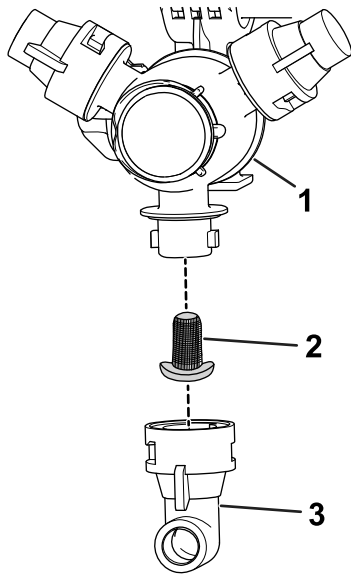

Figure 110
2. Déposez la buse de la tourelle de pulvérisation (Figure 110).
3. Retirez le filtre de buse usagé (Figure 110).
4. Montez le filtre de buse neuf (Figure 110).
5. Montez la buse sur la tourelle de pulvérisation (Figure 110).